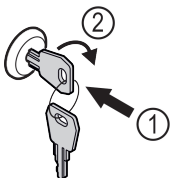

Fig. 155 Beispielhafte Darstellung
- Schlüssel hineindrücken Fig. 155 (1).
- Schlüssel um 90° im Uhrzeigersinn drehen Fig. 155 (2).